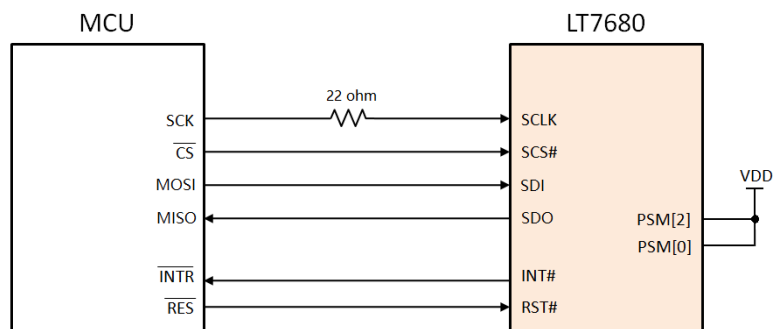

图 9: 4 线式 MCU SPI
- MCU 接到 LT7680 的 SPI CLK 接上 R 电路 (如图 9) 。